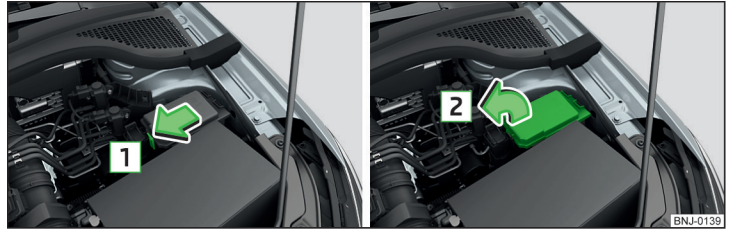

Fig. 293 Scoateți capacul
- › Comprimați tastele de blocare în sensul săgeții **1** și scoateți capacul în sensul săgeții **2** » fig. 293.